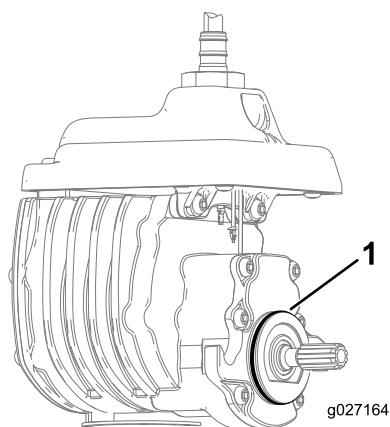

Figura 6
4. Instale la junta tórica en el motor del molinete (Figura 6).